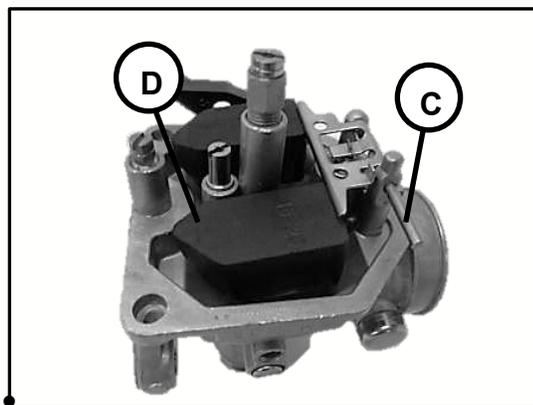

Fig.2.7
- Retire el flotador **[D]**. Fig.2.7